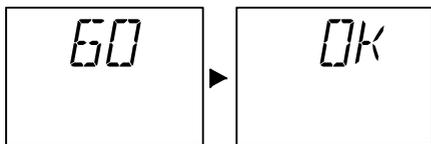

Рисунок 5.59
- Через 5 секунд после настройки желаемого значения частоты повторного включения котла на ЖК-дисплее появится надпись «OK» в подтверждение того, что автоматическое сохранение установленного значения прошло успешно (см. Рисунок 5.59).